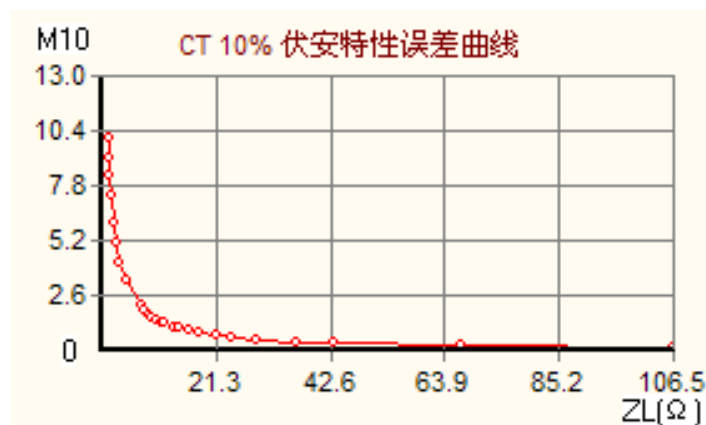

图 4.5 误差曲线图像图
2.) “**保存误差曲线**”是保存根据当前所选择的 CT 伏安特性试验数据计算出的误差曲线(含 EXCEL,WORD,图像)，在弹出的“文件保存”中，选择保存路径，并输入文件名称保存文件和图像，保存图像结果如图 4.5、4.6、4.7 所示。